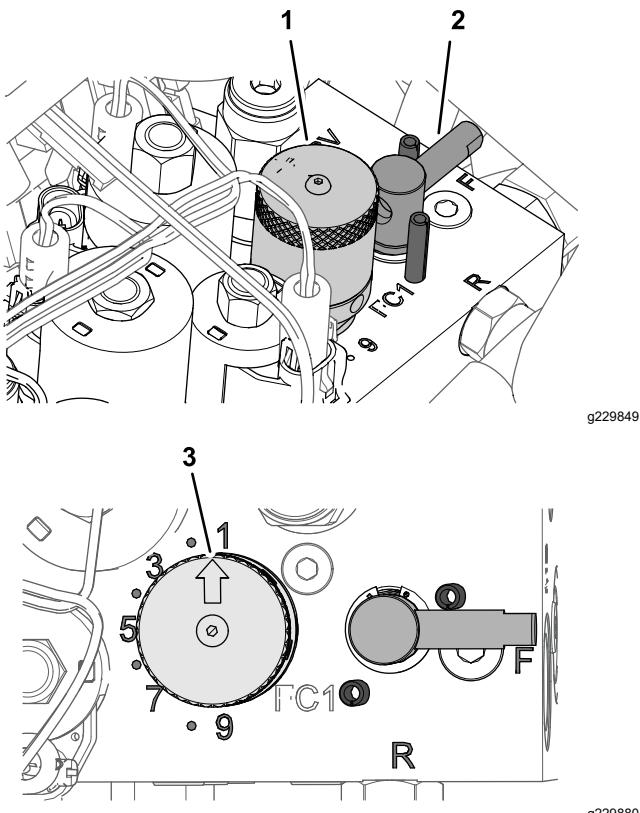

Bild 53
5. Stellen Sie die Spindeldrehzahl durch Drehen des Bedienelement-Handrads für die Spindeldrehzahl (Bild 53) ein, bis der Anzeigepfeil auf die Nummer zeigt, die Sie in Schritt 3 festgelegt haben.